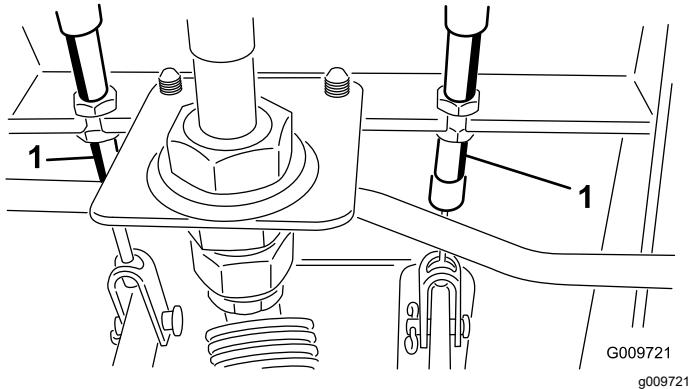

図 77
A. ブレーキケーブル図 77 の端にある前ナットをゆるめる。